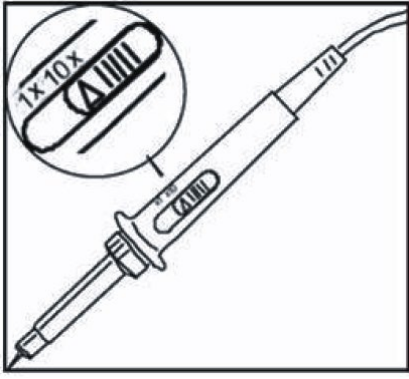

Рисунок 1-5. Установка переключателя ослабления
- 1) Подсоедините щуп ко входу CH1 и установите переключатель коэффициента ослабления в положение 10X (Рисунок 1-5).